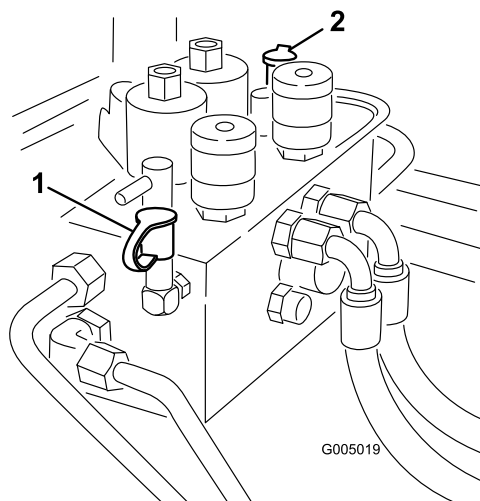

Figura 81
2. Il foro diagnostico B (Figura 81) agevola la diagnostica del circuito idraulico degli elementi di taglio anteriori.
3. Il foro diagnostico C (Figura 81) agevola la diagnostica del circuito idraulico degli elementi di taglio posteriori.